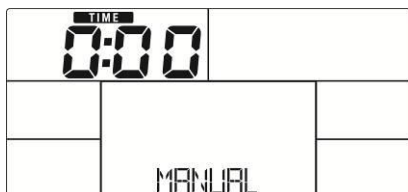

Fig.8
2. Trykk (+)(-) for å stille treningstid (Fig.8), distanse (Fig.9), kalorier (Fig.10) og puls (Fig.11), og trykk MODE/ENTER for å bekrefte.